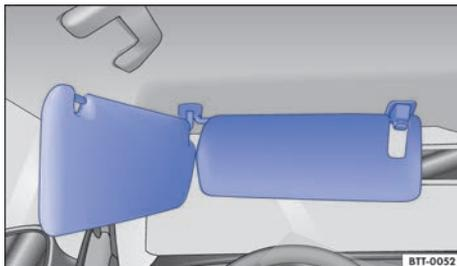

Fig. 119 En el revestimiento interior del techo: parasol doble para el conductor:
- Una vez girados hacia las puertas se pueden desplazar longitudinalmente hacia atrás → fig. 119.